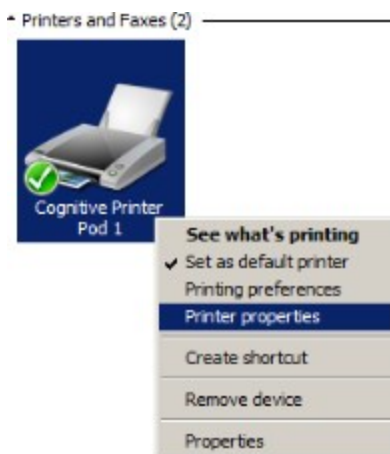

Figure 17-3: Wybieranie właściwości drukarki
4. Kliknąć prawym przyciskiem myszy odpowiednią ikonę drukarki Cognitive i wybrać **Printer Properties** (właściwości drukarki) w menu podręcznym, jak pokazano na Figure 17-3.